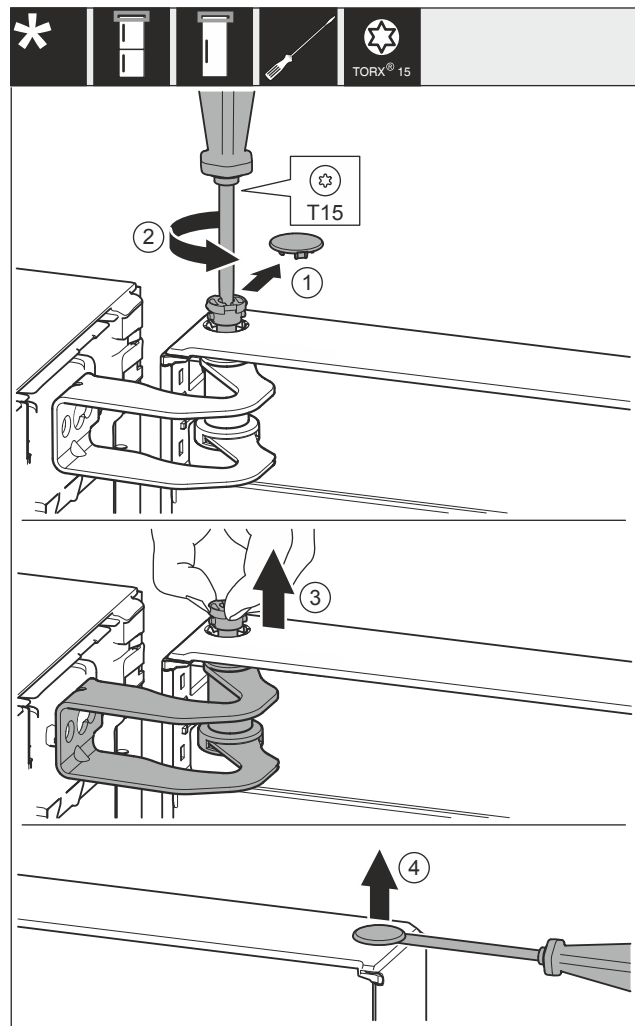

Fig. 18
- ▶ Abdeckung Fig. 18 (1) vorsichtig entfernen.
- ▶ Bolzen Fig. 18 (2) mit Schraubendreher ein Stück herausdrehen.
- ▶ Bolzen Fig. 18 (3) mit den Fingern herausziehen.
- ▶ Abdeckung Fig. 18 (4) vorsichtig mit einem Schraubendreher anheben und entfernen.